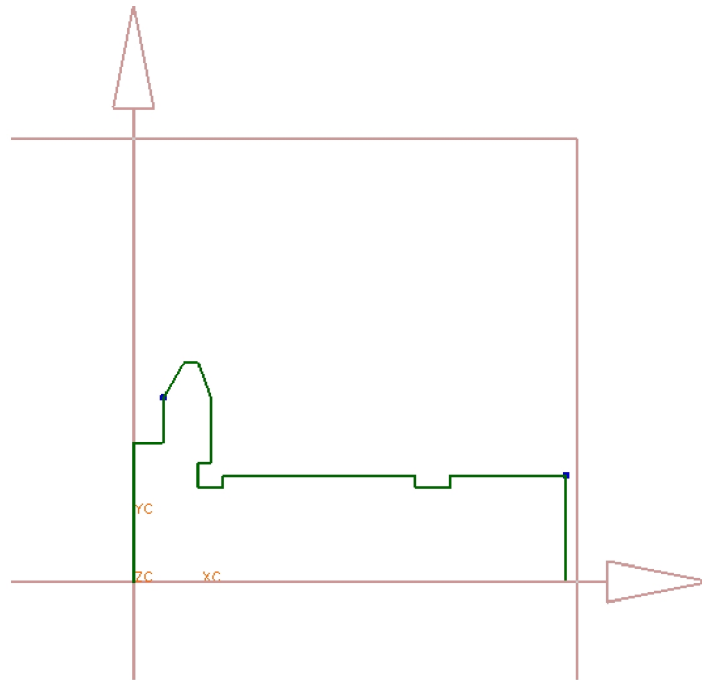

Рис. 123. Исходный (черновой или так называемый freehand) эскиз болта
3. Создайте вспомогательную плоскость X–Y: **Insert** → **Datum/Point** → **Datum Plane**. Создайте эскиз: **Insert** → **Sketch**. Выберите вспомогательную плоскость и нажмите **ОК**. Далее с помощью предлагаемого инструментария постройте «черновое» осевое сечение болта, как показано на Рис.123.